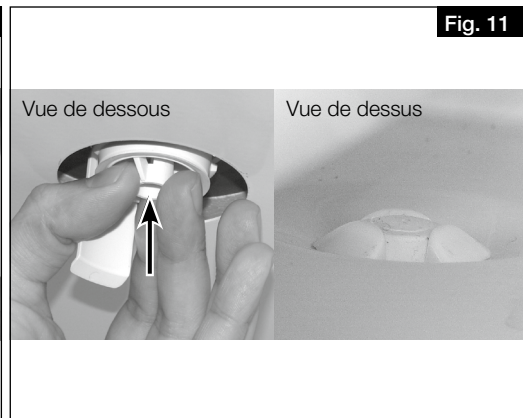

Fig. 11
2. Insérer par en dessous la pièce de fixation dans l'orifice d'évacuation des condensats, jusqu'à ce que les clips s'enclenchent au fond de la plaque métallique (voir Fig. 11).